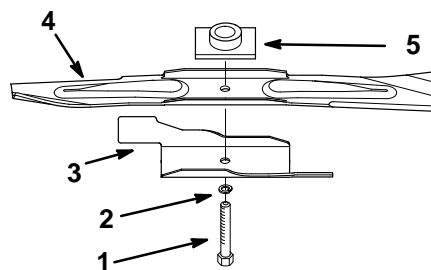

Figure 19
2. Déposer le boulon de lame, la rondelle frein, l'accélérateur de lame et la lame (Fig. 19).
1. Mettre la lame en place sur l'axe et le support de lame. Les extrémités incurvées ("pales") doivent être tournées vers le carter de tondeuse, et le support de lame doit se loger dans le creux de la lame (Fig. 19).
2. Monter l'accélérateur de lame, la rondelle-frein et le boulon de lame (Fig. 19).